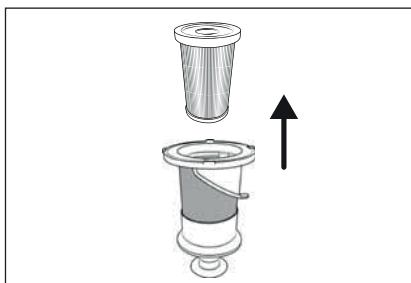

Fig. 21
- 4) Para retirar el filtro EPA ⑤ del filtro de acero inoxidable ⑥, agarre el filtro EPA ⑤ por el orificio y extráigalo del filtro de acero inoxidable ⑥ (consulte la fig. 21).